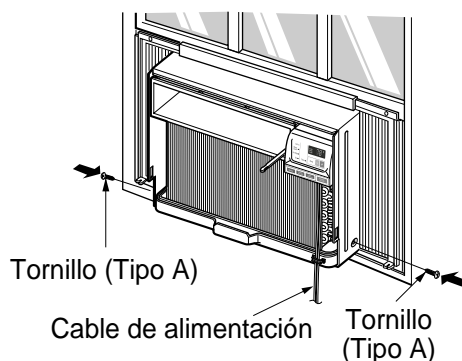

Fig. 7
10. Deslice la unidad dentro del gabinete. (ver Fig. 7)